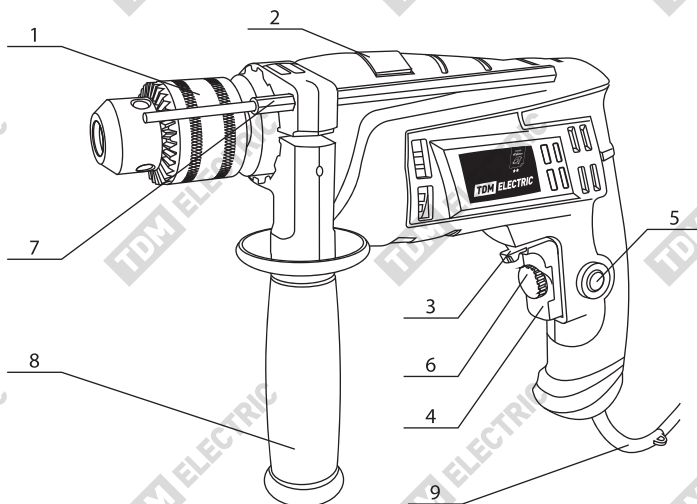

Рисунок 1. Органы управления и индикации
Вращайте втулку патрона (1) (здесь и далее см. рисунок 1 настоящего Руководства по эксплуатации) до необходимого диаметра раскрытия. Вставьте сверло в кулачки патрона. Затяните патрон, вращая ключ по часовой стрелке.
7.1. Установите переключатель реверса 3 (здесь и далее см. рисунок 1 настоящего Руководства по эксплуатации) вправо или влево, в зависимости от нужного направления вращения.